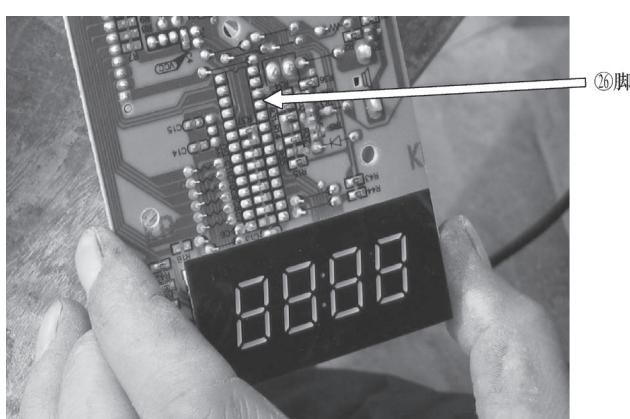

图 6-9 ⑩脚焊点虚焊
然后检测 CPU ⑩脚复位电压，发现⑩脚焊点虚焊，如图 6-9 所示。